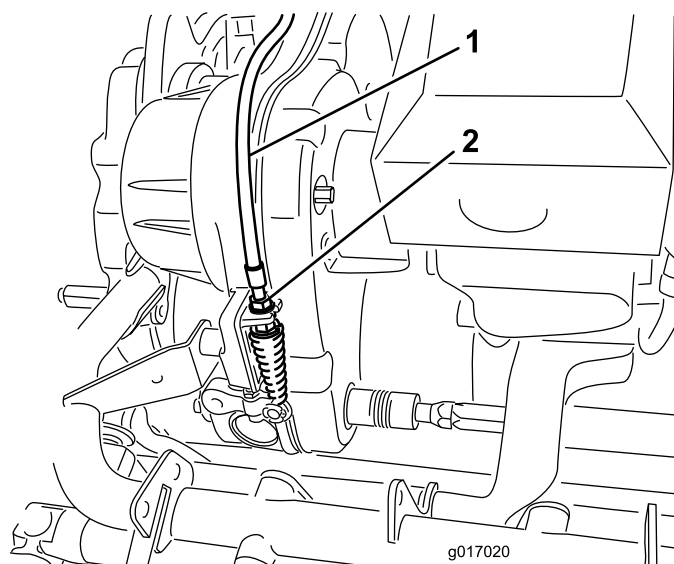

図 47
2. トランスミッションのバルクヘッド部で、リールコントロールのケーブル図 47を調整するスプリングの長さが70.672.4mmになるように調整する。